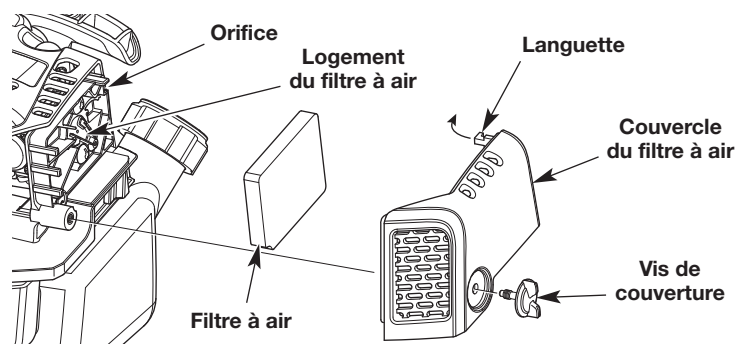

Fig. 15
- Dévissez complètement la vis de couverture. Basculez le couvercle du filtre à air vers la droite. Retirez le couvercle du filtre à air du logement du filtre à air (Fig. 15).
- Retirez le filtre à air du logement du filtre à air (Fig. 15).
- Réinstallez le filtre à air dans le logement du filtre à air (Fig. 15).
7. Insérez la languette dans l'orifice du logement du filtre à air sur le couvercle du filtre à air. Basculez le couvercle du filtre à air vers la gauche. Remettez le couvercle du filtre à air sur le logement du filtre à air. Insérez la vis du couvercle dans le couvercle du filtre à air. Serrez la vis du couvercle pour fixer le couvercle du filtre à air (Fig. 15).